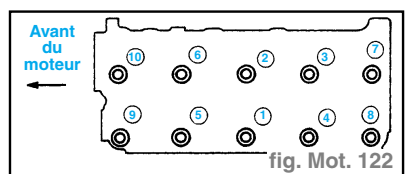

fig. Mot. 122
- Serrer les boulons en deux ou trois passes, dans l'ordre indiqué. (fig. Mot. 122)